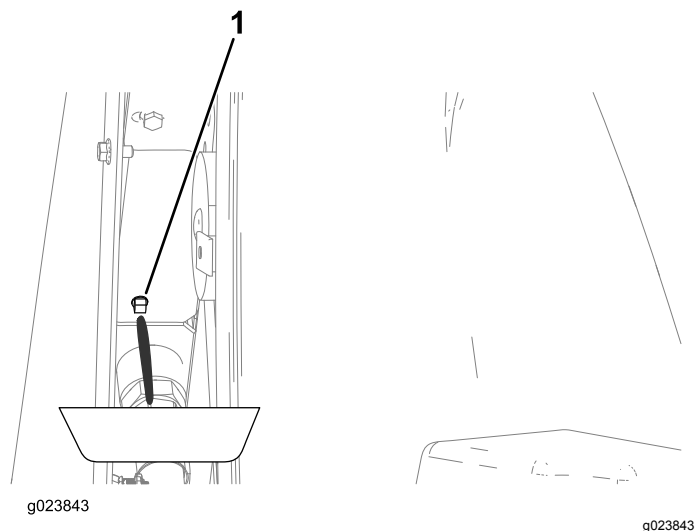

Figure 111
4. Placez un bac de vidange sous le bouchon de vidange (Figure 111).
7. Fermez le bouchon de vidange (Figure 111).
C. Fermez le bouchon de vidange (Figure 111).
- H. Fermez le bouchon de vidange (Figure 111).